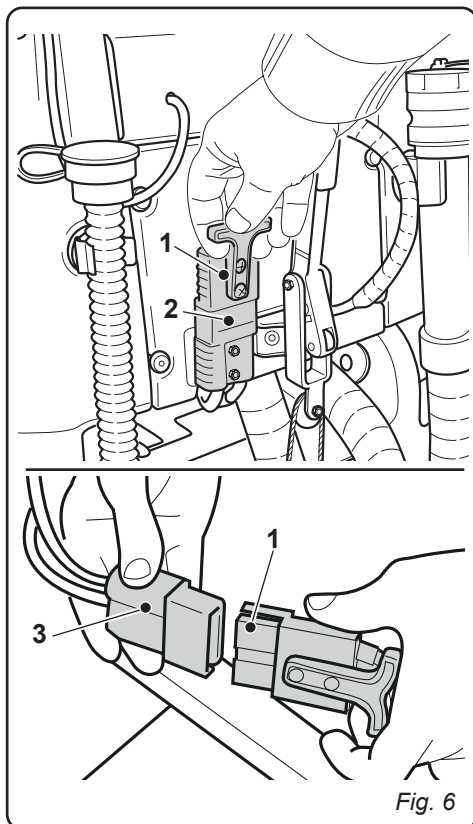

Fig. 6
4.1.b - Carga da bateria através do carregador de baterias externo (Fig. 6)
- Desligar a ficha (1) das baterias da tomada (2) da instalação.
- Ligar a ficha (1) das baterias à tomada (3) do carregador de baterias externo.
- No fim da recarga das baterias ligar novamente a ficha (1) das baterias à tomada (2) da instalação.